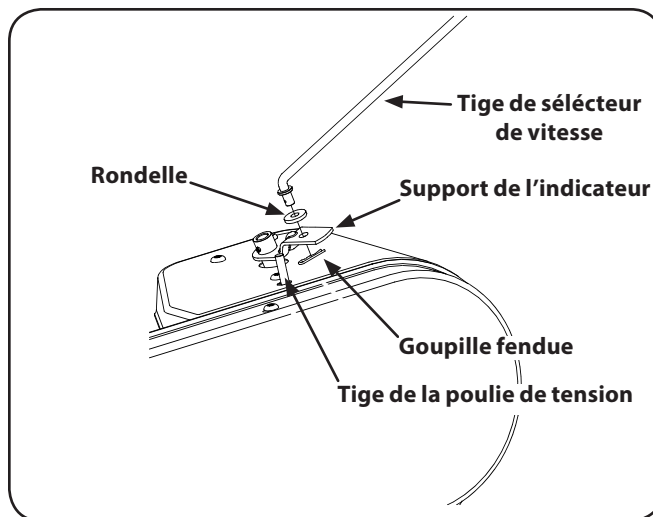

Figure 6-1
3. Enlevez la goupille fendue et la rondelle à ressort de la tige de la poulie de tension. Voir Figure 6-1.